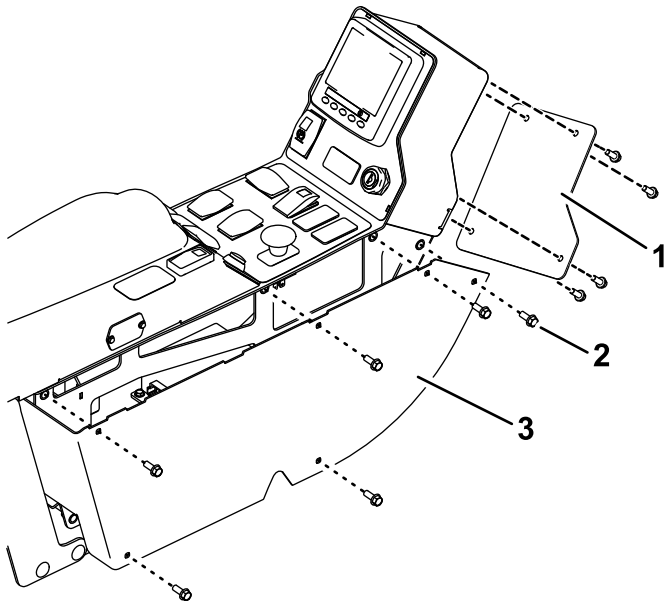

Bild 3
1. Entfernen Sie die sechs Schrauben von der Seitenplatte und nehmen Sie die Seitenplatte vom Bedienfeld ab (Bild 3).
2. Entfernen Sie die vier Schrauben von der Rückplatte und nehmen Sie die Rückplatte vom Bedienfeld ab (Bild 3).
3. Befestigen Sie die Rückplatte und Seitenplatten mit den vorher entfernten Schrauben am Bedienfeld (Bild 3).